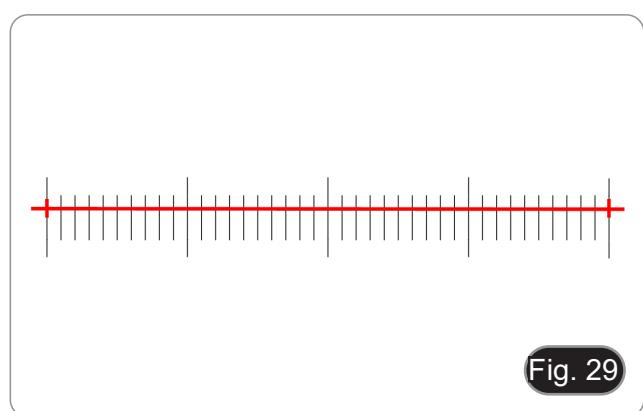

Fig. 29
- Ajustez les positions des points de départ et d’arrivée du calibrage pour que la ligne de calibrage coïncide avec l’échelle du micromètre et essayez de sélectionner la longueur maximale qui peut être affichée, afin d’effectuer la mesure la plus précise. (Fig. 29)
- La plage minimale du micromètre sélectionné est de 0,01 mm (10 microns). La figure 29 montre l’image sous un objectif 10x. À ce moment, le “grossissement” est réglé sur “10X”, l’unité “est marquée comme “µm” et la “longueur” est réglée sur “40”.